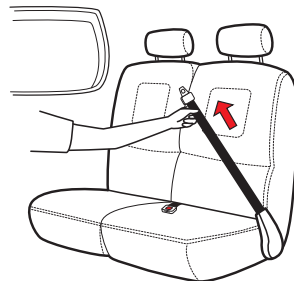

Figure 36
- Ceinture sous-abdominale rétractable – ceinture sous-abdominale montée sur un enrouleur qui tire automatiquement la ceinture lorsqu'elle est relâchée, tel qu'illustré sur la figure dans la **Figure 36**.